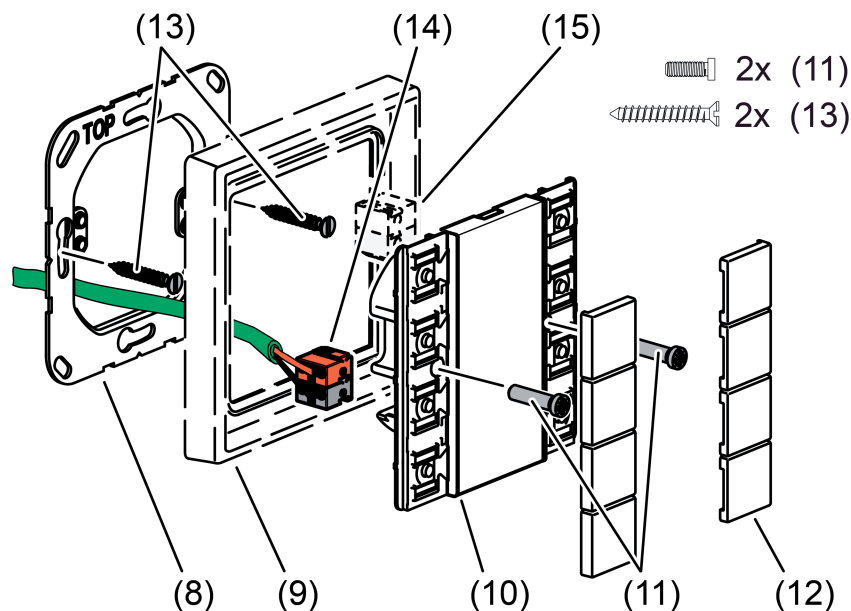

Bild 6: Montage des Kompakt-Raumcontroller-Moduls
- Die Design-Bedienflächen einzeln auf das Gerät setzen. Anordnung der Design-Bedienflächen siehe "Geräteaufbau" (Bild 6)